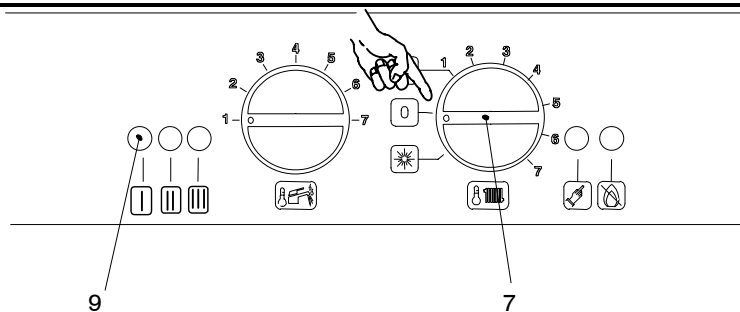

Fig. 7.2
- To enter the programming phase, connect the boiler electrical powering by pressing the two-pole switch then place the working selector / heating temperature adjustment knob, see Fig. 7.2 to **OFF**
- Для доступа в режим программирования, необходимо подключить электропитание к бойлеру при помощи двухполюсного выключателя и затем установить Переключатель режима работы / Рукоятку регулирования температуры отопления, указанной в Fig. 7.2 в положение OFF